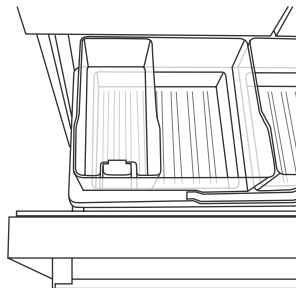

Fig.18 Bac à glaçons et cuillère à glace dans la bonne position
- Lorsque le bac à glaçons est plein ou qu'il n'est pas inséré correctement, l'appareil à glaçons ne fonctionne pas. Lorsque le bac à glaçons est inséré correctement, la cuillère à glaçons se trouve à l'avant du bac (reportez-vous à l'illustration Fig.18 de la page 69). L'appareil à glaçons ne fonctionne pas lorsque tous les bacs à glaçons sont retirés.